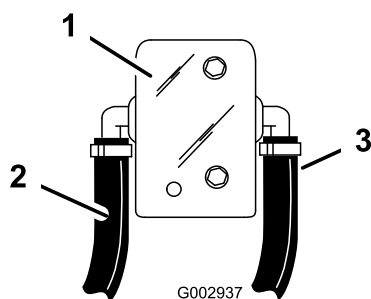

Figura 43
15. Collegate l'estremità di un flessibile corto da 1/2 poll. nel gruppo di tenuta aperto sul raccordo a T S53 montato nel flessibile dell'agitatore, e infilatelo nella dentellatura posteriore da 1/2 poll. sul gruppo valvola a sfera piccola (Figura 43).
18. Collegate l'estremità di un flessibile corto da 1/2 poll. nel gruppo di tenuta aperto sul raccordo a T S53 montato nel flessibile di bypass, e infilatelo nella dentellatura anteriore da 1/2 poll. sul gruppo valvola a sfera piccola (Figura 43).